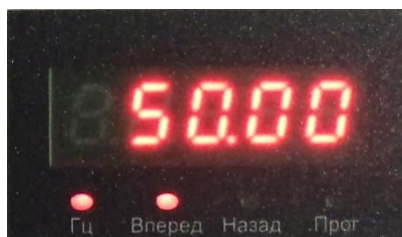

Рис.4.10
4.12.2. Подать напряжение питания на преобразователь частоты. На дисплее должна появиться индикация (рис. 4.10):
- мигает индикатор «Вперед» и значение заданной частоты (числовое значение может не совпадать с рис. 4.10);